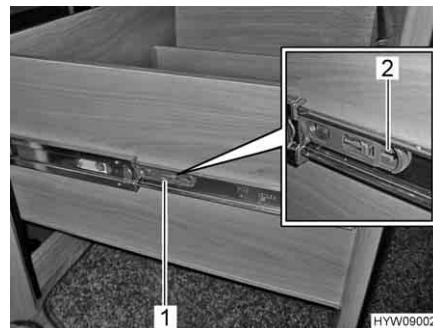

Fig. 155 Cassetto del piano di lavoro
- Tirare la linguetta (Fig. 155,1) su entrambi i lati del cassetto del piano di lavoro nella direzione della freccia (Fig. 155,2). Il cassetto del piano di lavoro può essere estraot tramite l'arresto.